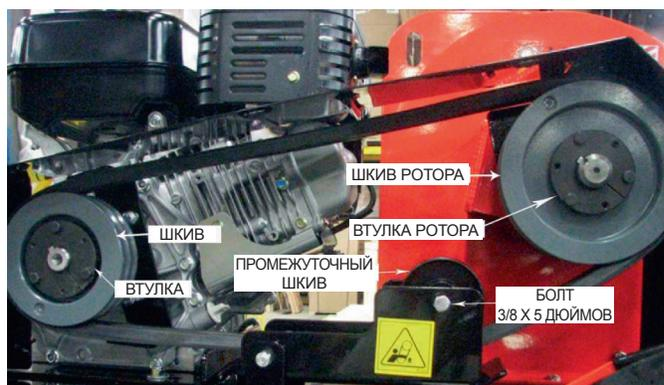

Рис. 5.6. Замена приводного ремня
- d. Затяните оба болта 5/16 дюйма равномерно для перемещения двигателя в направлении от корпуса измельчителя таким образом, чтобы прогиб ремня составлял приблизительно 7/16 дюйма (10-11 мм) при приложении нагрузки в 20 фунтов (20 кгс) на ремень (см. рис. 5.6).
- d. Отпустите равномерно оба регулировочных болта 5/16 x 3 дюйма и протолкните плиту двигателя от болтов. Отпустите болты таким образом, чтобы ремень прогибался приблизительно на 7/16 дюйма при приложении нагрузки в 20 фунтов (20 кгс) на ремень (см. рис. 5.6).
- 16. Отрегулируйте приводной ремень таким образом, чтобы прогиб ремня составил 7/16 дюйма (10-11 мм) при нагрузке 20 фунтов (20 кгс), приложенной к ремню (см. рис. 5.6). Для этого необходимо отрегулировать оба регулировочных болта 5/16 дюйма одновременно.